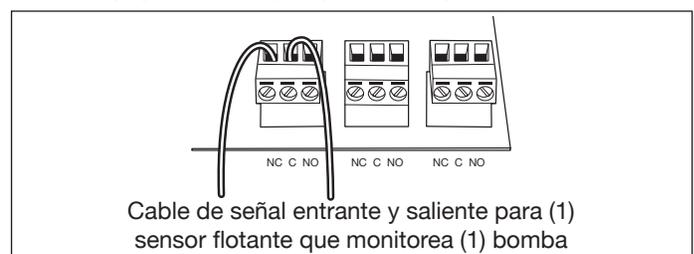
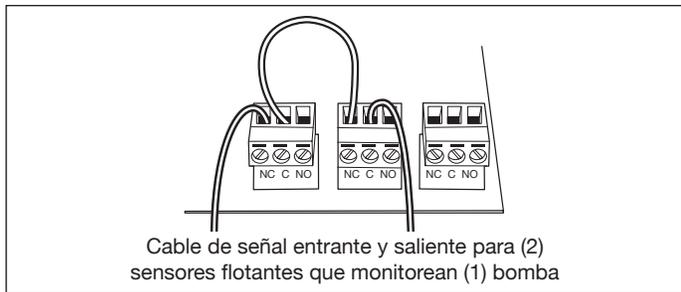

Figura 20-15
Figura 20-16
- Conecte los cables de señal a las terminales de relé internas según la configuración específica del sensor/la bomba. La configuración específica del sensor/la bomba se basa sobre el número de sensores flotantes usados y el número de bombas que se estén controlado. A continuación, verá esquemas típicos de conexión de relé basados en distintas configuraciones de sensores/ bomba. (Figura 20-15 y Figura 20-16).